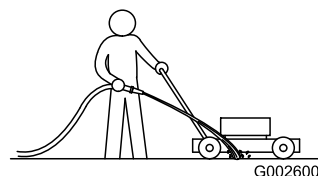

Figura 17
3. Com o motor a funcionar e a lâmina engatada, deixe correr água em frente da roda traseira **direita** (Figura 17).